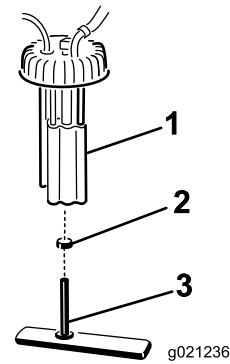

Figura 52
4. Desenrosque el tapón de la bomba de combustible de la parte superior del depósito de combustible (Figura 52).
5. Retire el conjunto de la bomba de combustible y el filtro de combustible del depósito (Figura 52).
6. Retire la abrazadera que sujeta el tubo del filtro de combustible al acoplamiento de la bomba de combustible. Retire el tubo del acoplamiento (Figura 52).
2. Desenchufe los conectores del arnés de cables de la bomba de combustible (Figura 52).
3. Afloje la abrazadera y desconecte el tubo de combustible del tapón de la bomba de combustible (Figura 52).